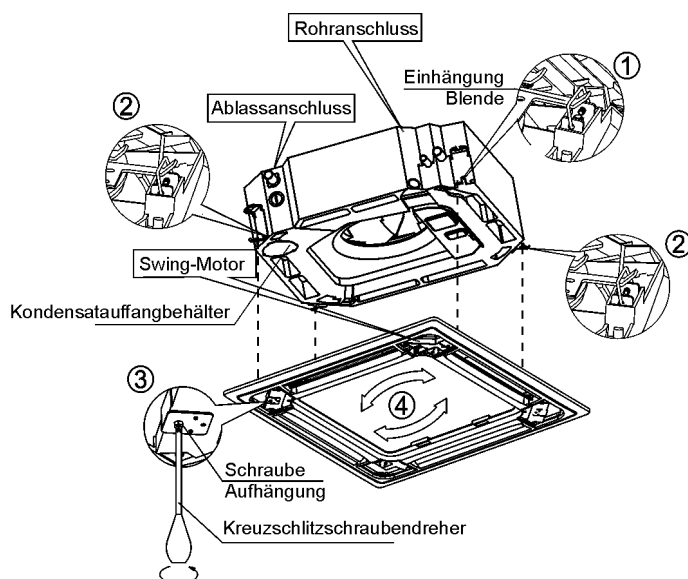

Abb. 3-10
- Richten Sie den Swing-Motor an der Blende an der Kältetechnikseite des Gehäuses aus. (s. Abb. 3-10)